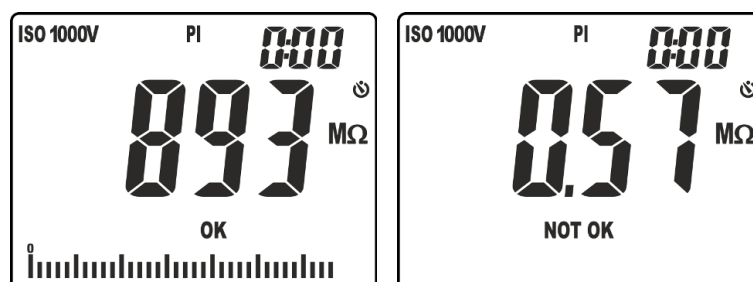

Fig. 23: Risultati della misura di isolamento in modo PI
9. Nella videata di Fig. 23 – parte sinistra è presente il valore della resistenza di isolamento al termine della misura con risultato positivo “OK” (valore maggiore della soglia impostata). Nella videata di Fig. 23 – parte destra è presente il valore della resistenza di isolamento al termine della misura con risultato negativo “NOT OK” (valore inferiore alla soglia impostata)